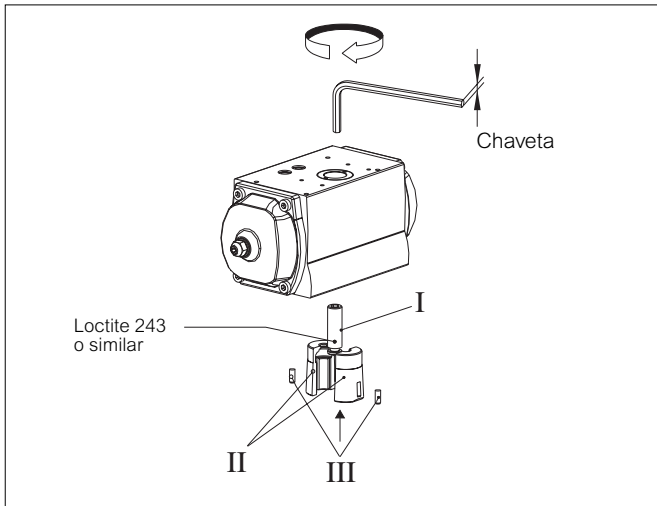

Fig. 21. Instalación del cojinete de cono
- Monte el cojinete y el tornillo de ajuste desde la interfaz de montaje del actuador, según la Fig. 21. Inserte pasadores cilíndricos (III) en las ranuras del cojinete, que deben situarse en las ranuras correspondientes del actuador durante la sujeción. Antes de la instalación del cojinete y del tornillo de ajuste, elimine las impurezas, como material viejo de cierre roscado de las roscas del tornillo de ajuste, y aplique Loctite 243 o un sellador similar cuidadosamente sobre las roscas, tal como se muestra en la Fig. 21. Gire el tornillo de ajuste desde el interior del eje del actuador mediante una llave hexagonal apropiada, Fig. 21.